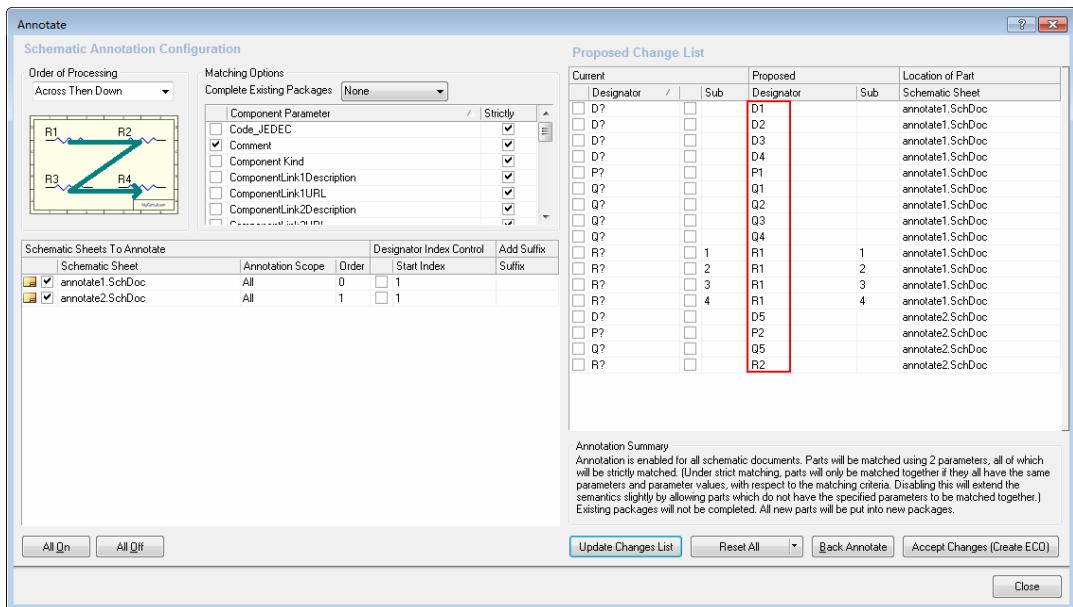

图 5-5 建议的元件标识符
- (3) 单击 **Update Changes List** 按钮, 对话框会生成元件的建议标识符, 如图 5-5 所示。